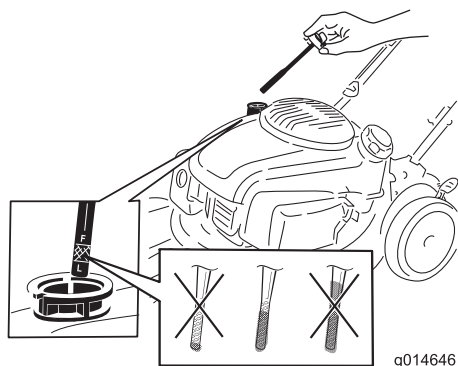

Figura 11
1. Retire la varilla, límpiela con un trapo, vuelva a colocarla en el tubo de llenado, **pero no la enrosque** (Figura 11).
2. Retire la varilla y compruebe el nivel de aceite (Figura 11). Si el nivel de aceite está por debajo de la marca Añadir de la varilla, vierta aceite **lentamente** por el tubo de llenado hasta que el nivel llegue a la marca de Lleno de la varilla. **No llene demasiado.** (Capacidad máxima: 0.65 L, tipo: aceite detergente 10W-30 o SAE 30, con clasificación de servicio API, SJ, o superior.)